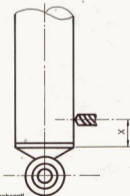

Bild 198
- Wenn Gasdruckstossdämpfer erneuert werden muss, ist der Halter des Fahrzeugs oder der von ihm beauftragte Monteur seitens des Herstellerwerks verpflichtet, den zu verschrottenden Stossdämpfer durch Ablassen des Gasinhalts zu «entschärfen». Das erfolgt durch Anbohren an der Stelle, die in Bild 198 gezeigt ist. Bei dieser Arbeit unbedingt Schutzbrille tragen. Arbeit am besten versierter Werkstatt überlassen!